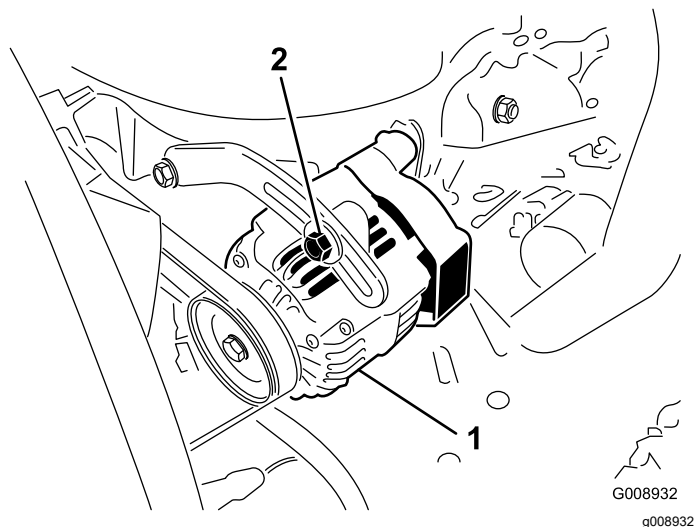

Figura 118
Verifique o estado e a tensão das correias (Figura 118) após cada 100 horas de funcionamento.
3. Se a deslocação obtida não for igual a 10 mm, deve desapertar os parafusos de montagem do alternador (Figura 118).